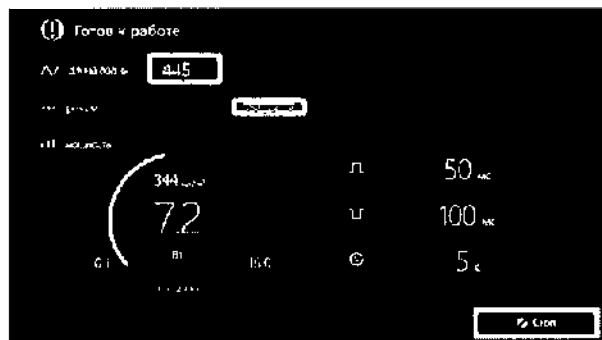

Рис. 83. Вид экрана ПО в статусе «Готов к работе»
- Статус «Готов к работе» (Рис. 83), предназначен для отображения возможности запуска генерации лазерного излучения;